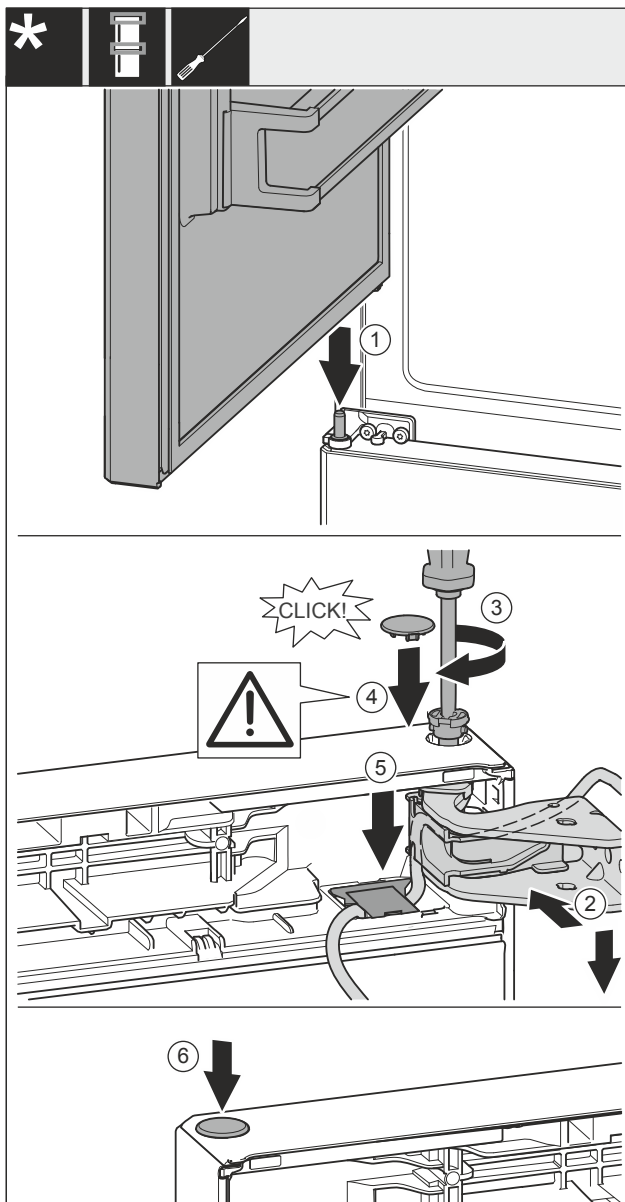

Fig. 38
- Helyezze rá a felső ajtót a középső csapszegre Fig. 38 (1).
- Igazítsa be az ajtót fent a csapágybak Fig. 38 (2) nyílásához.
- Helyezze be a csapszeget Fig. 38 (3), és húzza meg csavarhúzóval.
- Helyezze be a fedelet Fig. 38 (4).
- Ellenőrizze, hogy a fedél Fig. 38 (4) felfekszik-e az ajtóra.
- Helyezze be a fedelet Fig. 38 (5), és nyomja le, míg a helyére nem pattan.
- Helyezze be a fedelet Fig. 38 (6).